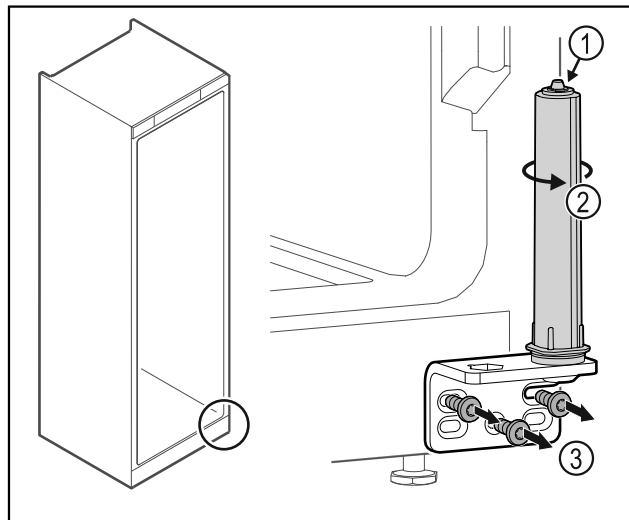

Fig. 34
- ▶ Neizjauciet durvju slēgšanas sistēmu Fig. 34 (1).
- ▶ Pagrieziet slēgšanas sistēmu Fig. 34 (2), līdz tā noklikšķ.
- ▶ Noskrūvējiet lokāmos kronšteinus Fig. 34 (3).